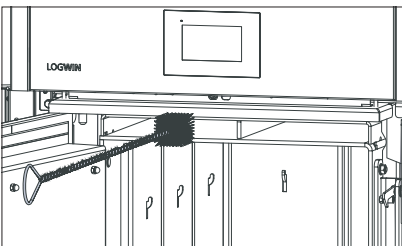

Fig. 60 Nettoyer le système d'aspiration des gaz
- ▶ Nettoyer le conduit du système d'aspiration des gaz – Fig. 60.